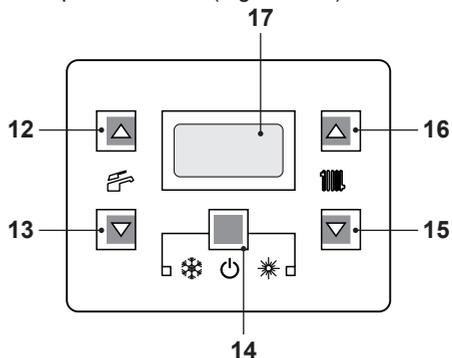
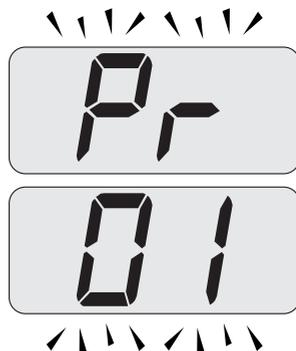
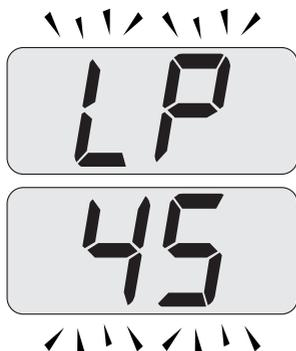
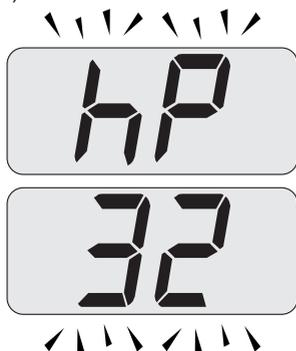

Figura 9.15
Figura 9.16
Figura 9.17
Figura 9.18
- Entrare in "modalità programmazione" premendo contemporaneamente per 10 secondi i tasti 14 - 15 - 16 (Figura 9.15) fino a far apparire sul display LCD le lettere **Pr** che si alternano con il codice **01**, indicanti l'entrata nel "parametro 01" (Figura 9.16).
- Premere contemporaneamente i tasti 15 e 16 (Figura 9.15) fino a far apparire sul display LCD le lettere **LP** che si alternano con il valore di temperatura dell'acqua di riscaldamento (es. **45**), indicanti l'entrata nell'attivazione della "funzione spazzacamino" alla potenza minima in sanitario (Figura 9.17).
- Premendo il tasto 16 (Figura 9.15) è possibile variare la potenza in modalità spazzacamino: con visualizzazione sul display LCD delle lettere **hP** che si alternano con il valore di temperatura dell'acqua di riscaldamento (es. **32**), siamo in "funzione spazzacamino" alla potenza minima in riscaldamento (Figura 9.18).
- Ripremendo contemporaneamente per 10 secondi i tasti 14 - 15 - 16 (Figura 9.15) si esce dalla "modalità spazzacamino" e si ritorna allo stato di caldaia precedentemente